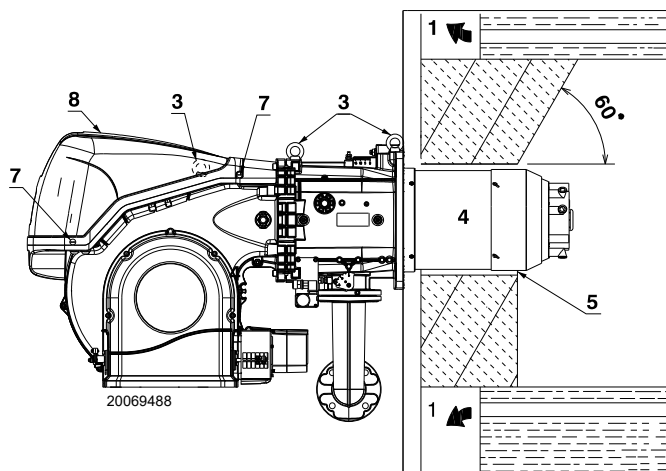

Fig. 14
Pour les chaudières avec circulation des fumées sur l'avant 1)(Fig. 14), ou avec chambre à inversion de flamme, réaliser une protection en matériau réfractaire 5), entre le réfractaire de la chaudière 2) et l'embout 4).
Pour les chaudières avec la partie avant refroidie avec de l'eau, le revêtement réfractaire 2)-5)(Fig. 14), n'est pas nécessaire, sauf demande expresse du fabricant de la chaudière.
Prédisposer un système de levage adapté du brûleur en s'accrochant aux anneaux 3)(Fig. 14), après avoir enlevé les vis 7) de fixation du capot 8).
- Introduire la protection thermique fournie sur l'embout 4)(Fig. 14).